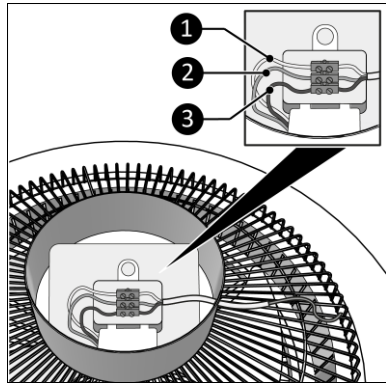

Abbildung 5
- Brauner Draht: Phase (Abbildung 5, Pos. 3);
- Gelb-grüner Draht: Erdung (Abbildung 5, Pos. 2);
- Blauer Draht: Neutral (Abbildung 5, Pos. 1).